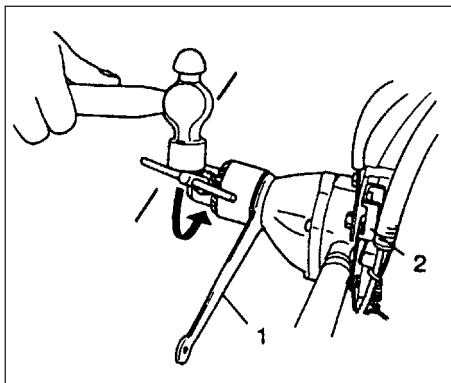

Fig. 2-6
• Para apertar o porta-brocas com mais segurança, coloque uma chave de 19mm (1) entre a caixa de transmissão e o porta-brocas para travar o eixo de accionamento. Actue na alavanca de travamento (2) e depois bata a chave com o martelo para enroscar (em sentido dos ponteiros do relógio) o porta-brocas. (TED-270PFL/270PFLS/270PFDH/270PFDLS/270PFHS) (Fig. 2-6)